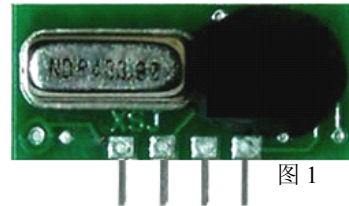
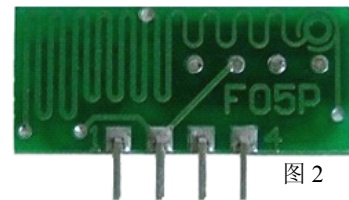
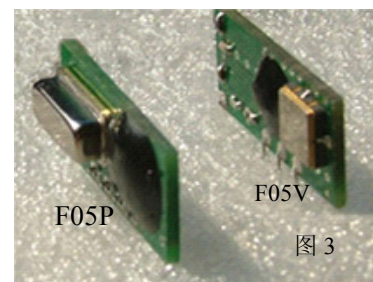
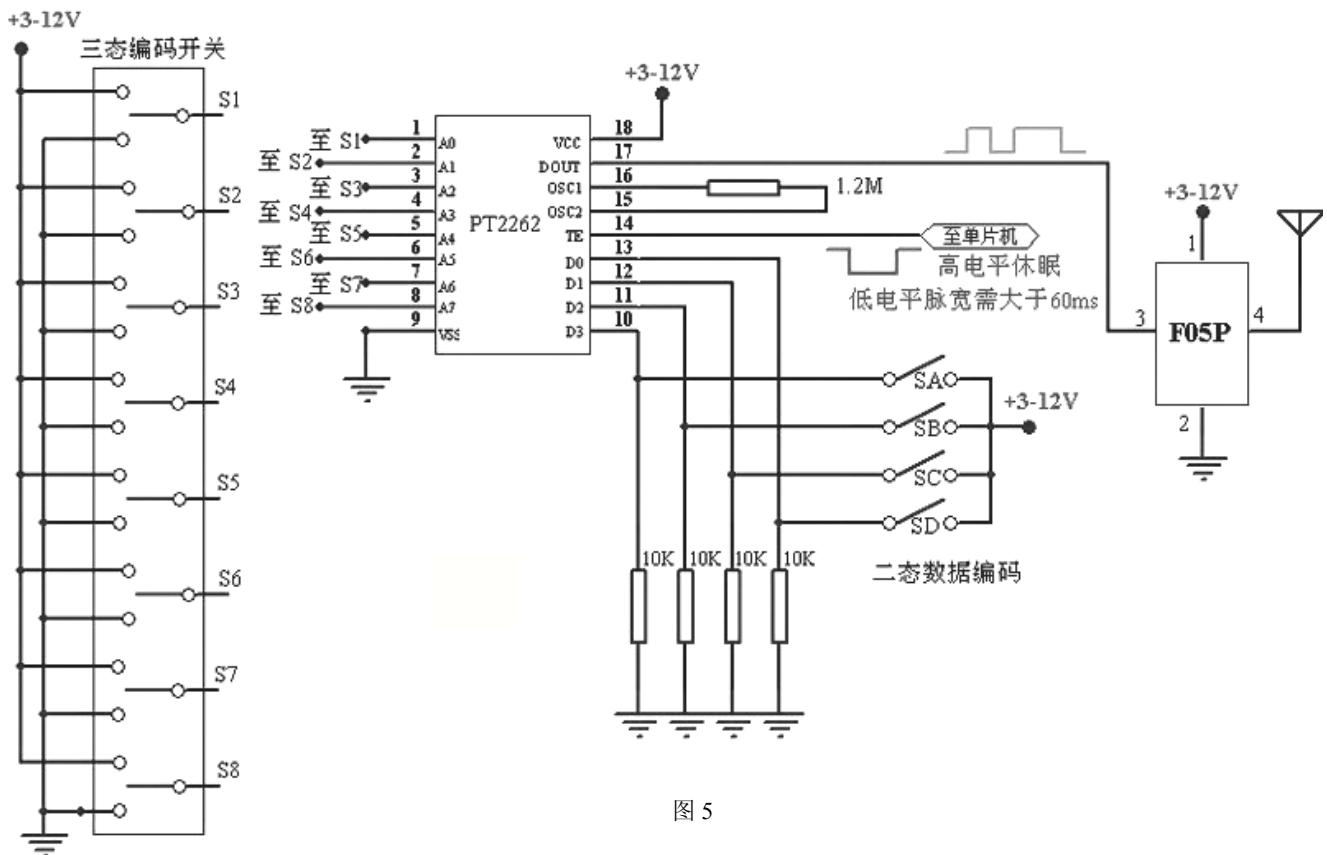

图 1
图 2
图 3
图 5
• 图 1、图 2、图 3 为 F05P 外型图，图 5 为最基本的由单片机来控制收发的一则典型应用电路，需要注意 PT2262 的 14 脚 TE 端低电平维持的时间必须大于 2262 连续发送三组码的周期，2262 发码的周期与 2262 的振荡电阻有关，周期的计算详见 PT2262 资料，各种品牌的 2262 振荡电阻配套有区别，频率的计算参见厂家提供的资料。2262 的 TE 端置高后 2262 停止发码，17 脚变为低电平，F05P 进入休眠状态。如果不需要单片机来控制可以将 14 脚接地或者用按钮开关来控制，也可以从 4 个数据端用 4 个 4148 控制 2262 的 18 脚电源，需要将 14 脚接地。2262 的 1-8 脚为三态地址编码。悬空状态码型比较好，如果没有特别要求最好不要把地址码全部置高或置低，这样容易误码。10-13 脚为数据码只有二种状态置高或置低，可以任意设置，2272 的 10-13 脚就有对应的输出。2262 与 2272 的地址编码必须一致。